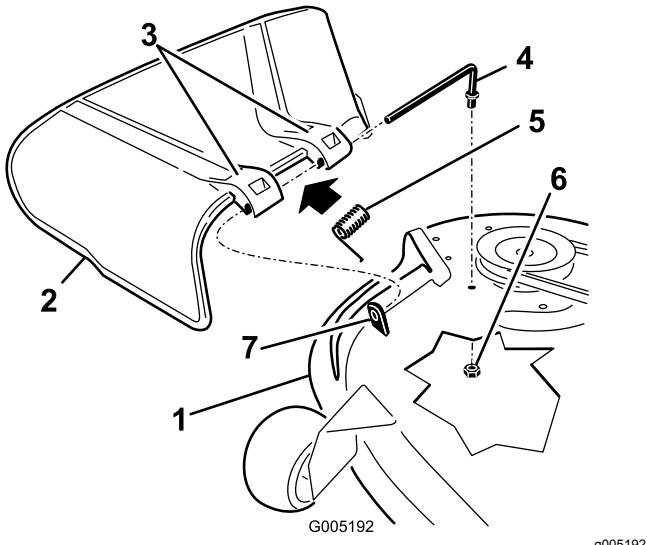

Figure 76
1. Retirez l'écrou ("%) de la tige, sous le plateau de coupe (Figure 76).
2. Sortez la tige de la courte cheville de positionnement, du ressort et du déflecteur d'herbe (Figure 76).
4. Remettez en place le déflecteur d'herbe (Figure 76).
7. Insérez la tige dans le deuxième support du déflecteur d'herbe (Figure 76).
9. Fixez l'extrémité arrière de la tige dans le plateau de coupe à l'aide d'un écrou ($\frac{3}{8}$ "'), comme montré à la Figure 76.